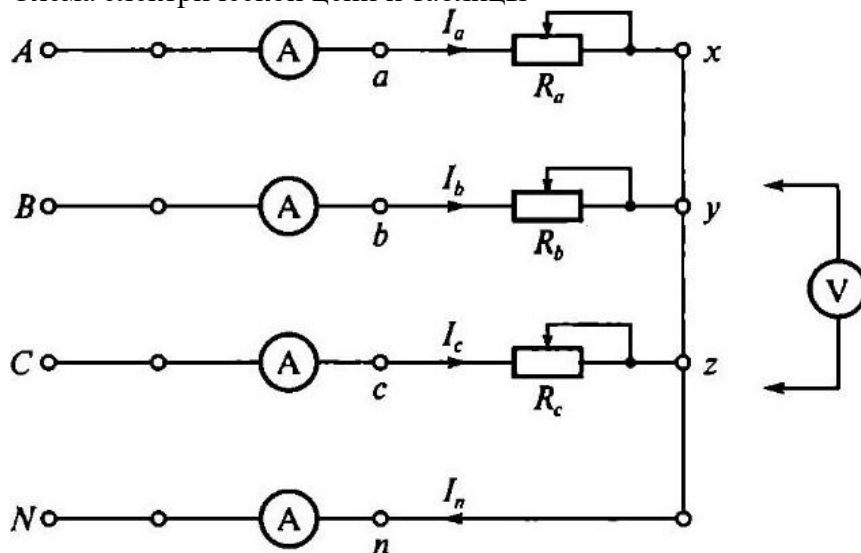

Рис. 5.1. Схема трехфазной ЭЦ с активной нагрузкой однофазных приемников, соединенных «звездой»
Схема электрической цепи (ЭЦ) с включенными в нее измерительными приборами приведена на рис. 5.1. В качестве измерительных приборов в работе используются:
1. Собрать ЭЦ в соответствии с рис. 5.1. С помощью переключателя пределов установить наибольшую номинальную величину измерительных приборов. После проверки схемы
5. На основании данных табл. 5.1 и 5.2 с учетом рис. 5.1 вычислить полные сопротивления фаз 4 и углы сдвига фаз между током и напряжением (РФ, результаты занести в табл. 5.3.
3. В табл. 5.4 даны значения линейного напряжения и фазных сопротивлений ЭЦ, приведенной на рис. 5.1. Номер варианта соответствует номеру стенда. На основании данных табл. 5.4 для своего варианта вычислить фазные напряжения и токи для ЭЦ (нейтральным проводом). Результаты занести в табл. 5.1 и 5.2. На основании данных табл. 5.1 и 5.2 построить на рис. 5.2 в масштабе векторные диаграммы напряжений и токов. По векторным диаграммам определить значение тока в нейтральном п проводе.